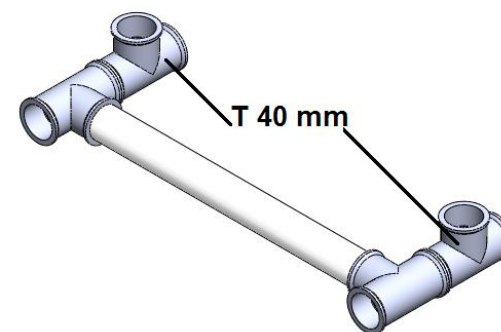

Figura 19. Montagem dos módulos – Módulo 4 – Passo 3
- Passo 3: Junte as 2 conexões “T 40 mm” com os canos 52X40 mm do conjunto montado no passo 2, como mostrado na figura 19 (1 unidade);